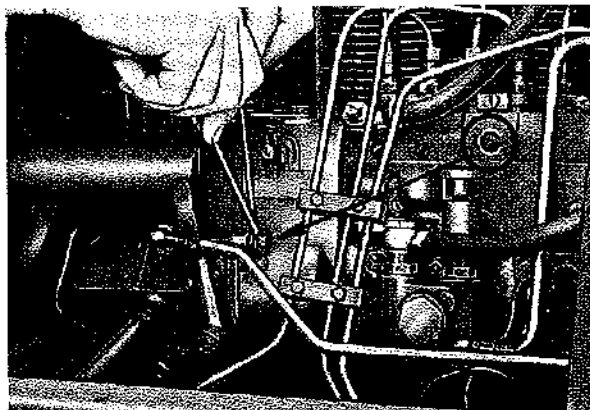
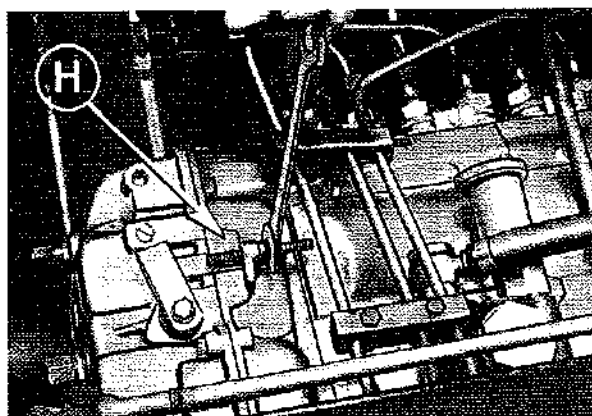

Fig. 110
Fig. 111
- Registrare il regime massimo a vuoto ad un 3% al disopra di quello nominale per compensare lo scarto a vuoto del regolatore. Agire sulla vite G (Fig. 110 - Pompe VM) e vite H (Fig. 111 - Pompe BOSCH). Il motore sotto carico deve raggiungere e non superare i giri di targa.